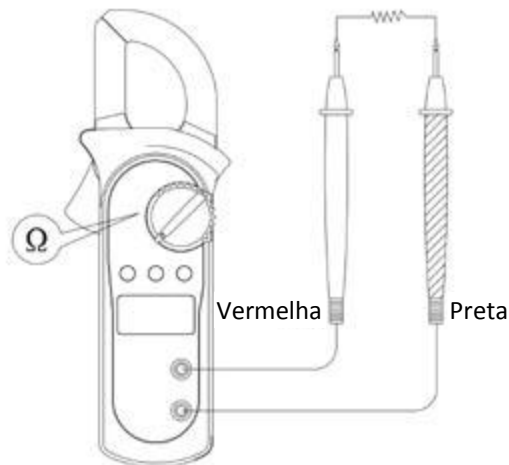

Figura 5
C. Medição de Resistências (ver figura 5)